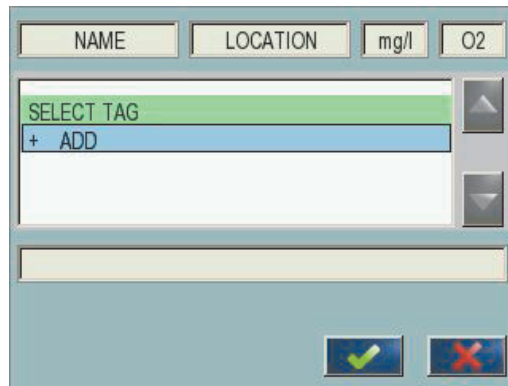

图 49 公式编辑器主菜单
2. 屏幕显示公式编辑器主菜单（图 49）。轻触文本字段，编辑名称、地点、单位、参数和公式。